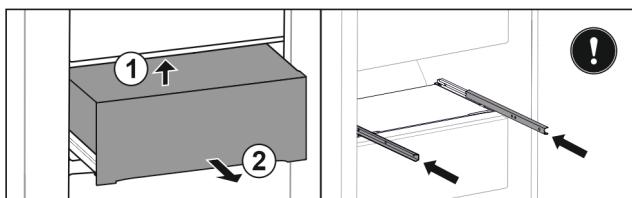

Fig. 142
- Підняти висувний ящик знизу назад. Fig. 142 (1)
- Вийняти висувний ящик рухом вперед. Fig. 142 (2)